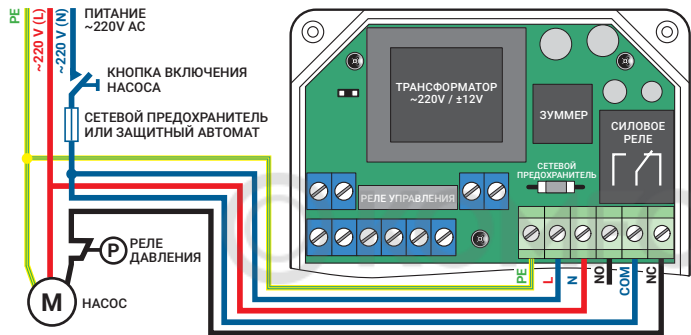

Рис. 8. Схема подключения скважного насоса в системе водоснабжения загородного дома
– функция «автоповорот» отключена. Это дает возможность использовать блок управления, например, совместно с работой скважного насоса, где автоповорот не нужен (рис. 8);
6.6. Рис. 8. Схема подключения к блоку управления скважного насоса в системе водоснабжения загородного дома.